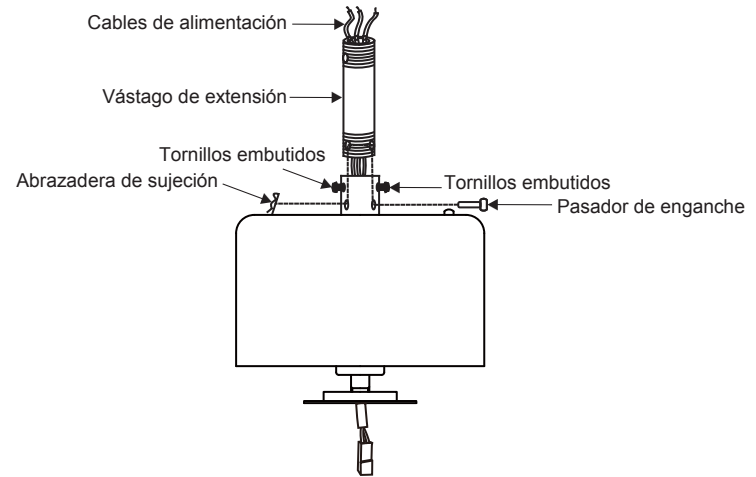

Fig. 8
**Paso 6.** Afloje los dos tornillos y retire el pasador de enganche y el clip de sujeción del acoplamiento en la parte superior del ensamblaje del motor. (Fig. 8)
Luego, vuelva a colocar el pasador de enganche y la abrazadera de sujeción. Ajuste ambos tornillos embutidos. (Fig. 8)